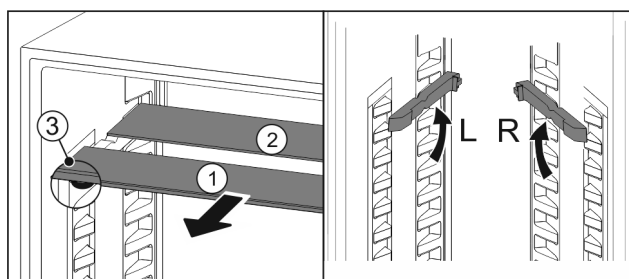

Fig. 26
- Skleněné desky jednotlivě vytáhněte dopředu Fig. 26 (1).
- ▷ Skleněná deska Fig. 26 (1) s ozdobnou lištou leží vpředu.
- ▷ Zarážky Fig. 26 (3) směřují dolů.